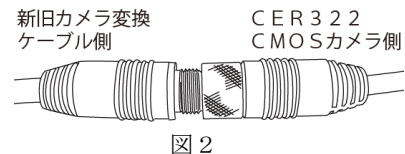
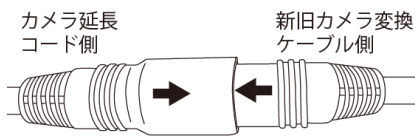

図 2
図 3
- ③ CER 3 2 2 CMOSカメラのコードを①で開けた穴を通して、CER 3 2 2 CMOSカメラのコードのコネクターと新旧カメラ変換ケーブルのコネクターの凹凸部分を合わせて、奥まで確実に接続してください。そして、CER 3 2 2 CMOSカメラコードのコネクターのローレット部分を時計回転方向に回して確実に締め込んでください(図2参照)。続いて、新旧カメラ変換ケーブル雄コネクターと車輛に配線されているカメラ延長コードの雌コネクターの矢印を合わせて奥まで差し込み確実に接続してください(図3参照)。